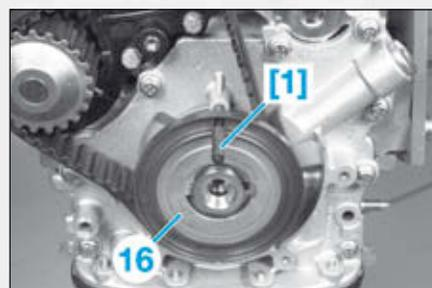

FIG.7
- Introduire la pige [1] dans la roue dentée de vilebrequin (16) (Fig.7).